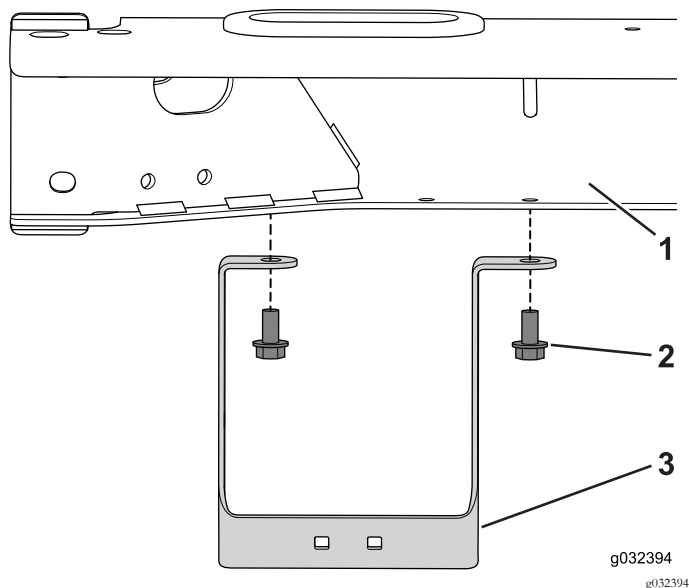

Figura 27
- Utilice los 2 pernos (5/16" x 5/8") para instalar el soporte de las mangueras en el bastidor (Figura 27).